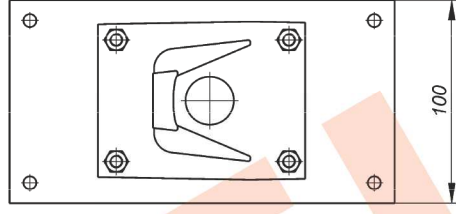

Рис.3 Монтаж кронштейна КС-1 на опору (круглую или квадратную)
1. Кронштейн КС-1 для крепления IP-видеокамеры ТВК-96 IP на опоры $\varnothing; \square = 115\pm 135$ мм (другой размер - под заказ). Монтаж кронштейна см. рис.3;